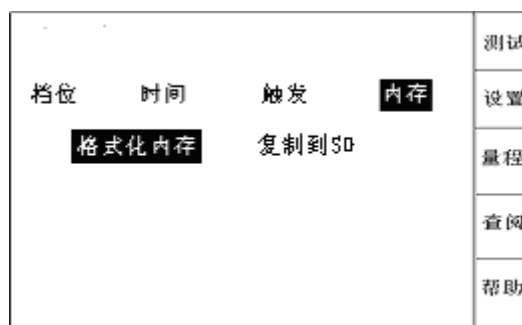
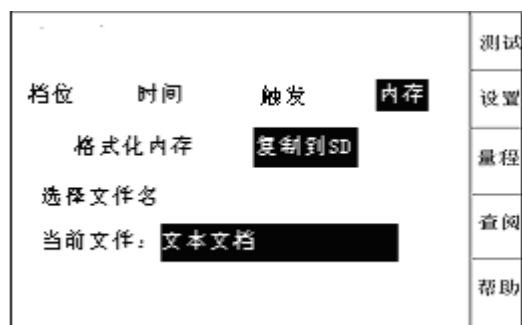

图 8
图 9
4. **内存：**按【确认】键，进入如图8所示界面，要格式化内存直接按【确认】键，按【▶】键确认出现如图9所示，按【▲、▼】键可选择当前文件名进行存储。按【确认】键存储到SD卡，存储完之后按【退出】键结束。